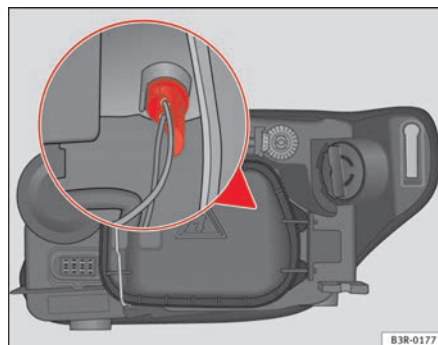

Fig. 206 Lampadina Luci di posizione
- Estrarre il portalampada afferrandolo per l'impugnatura ⇒ fig. 206 (si può estrarre anche tirando i cavi del portalampada).